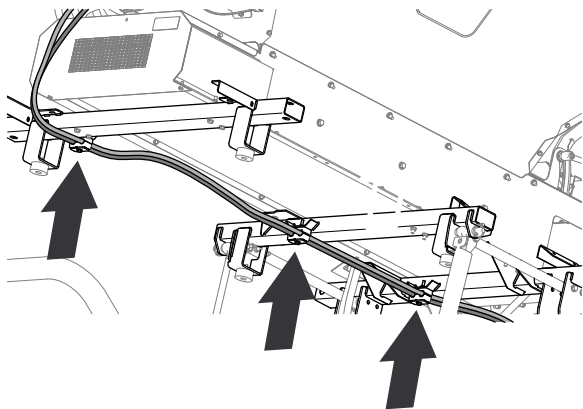
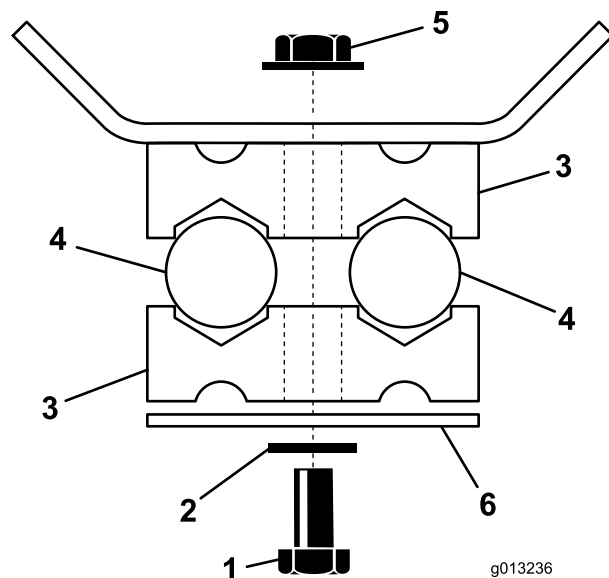

Рисунок 22
Рисунок 23
1. Проложите напорный и возвратный гидравлические шланги вдоль правой балки рамы пескователя, как показано на Рисунок 22.
2. Прикрепите, не затягивая, шланги к 3 монтажным кронштейнам шлангов, расположенным на передней, средней и задней поперечинах (Рисунок 22 и Рисунок 23), с помощью 3 колпачковых болтов ($\frac{1}{4}$ x $2\frac{3}{4}$ дюйма), 3 шайб ($\frac{1}{4}$ дюйма), 3 прижимных планок, 6 половин трубных зажимов и 3 фланцевых контргаек ($\frac{1}{4}$ дюйма).
- Затяните 3 колпачковых болта и 3 контргайки, которые крепят половины трубных зажимов (Рисунок 23).